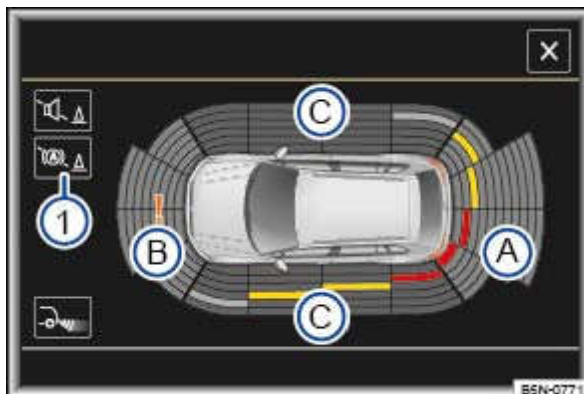
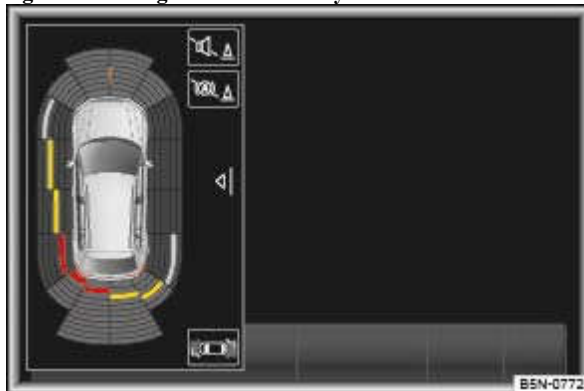

Fig. 160 Affichage sur l'écran du système d'aide au stationnement (ParkPilot) dans la zone périphérique du véhicule
Fig. 161 Affichage à l'écran de la vue en format réduit à la périphérie du véhicule
Si vous avez sélectionné l'activation automatique du système d'aide au stationnement (ParkPilot), une vue en format réduit apparaît sur le côté gauche de l'écran → Fig. 161 .
| → Fig. 160 et → Fig. 161 | Signification |
| → Fig. 160 (1) | Blanc : fonction de freinage en stationnement active |